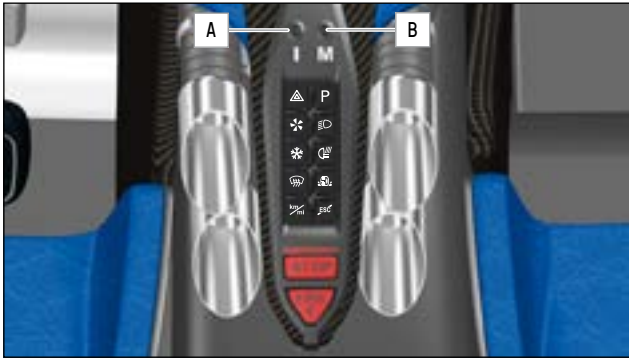

ABB.72 HAUPT- UND ZÜNDSCHALTER AUF DER MITTELKONSOLE
- Deaktivieren Sie Zündschalter A (» Abb.72).